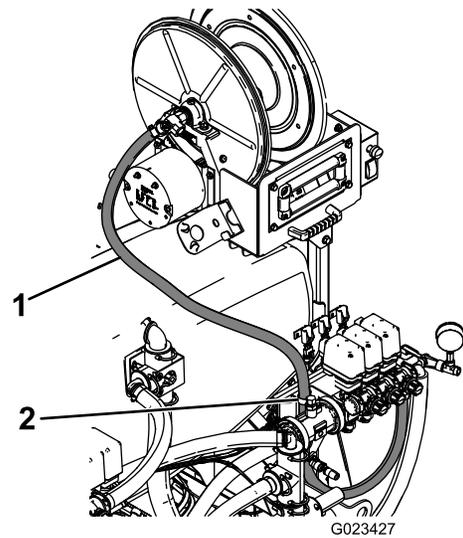

Bild 11
9. Befestigen Sie die R-Klemme mit der vorhandenen Schraube und Mutter an der Rückseite der Stabilisierungshalterung (Bild 11).